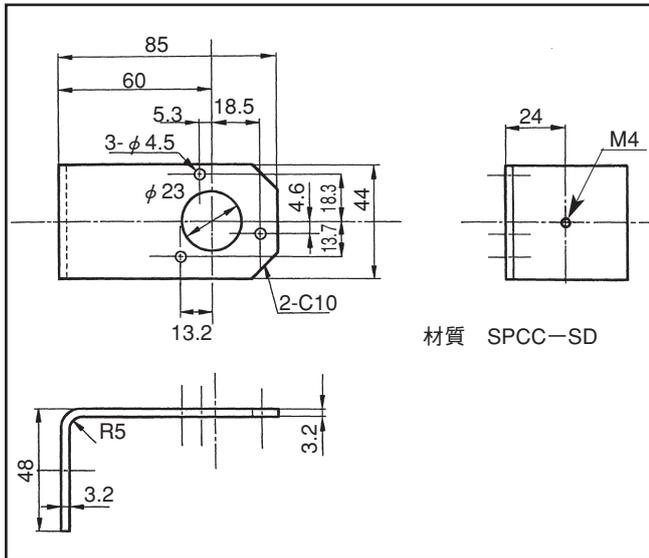
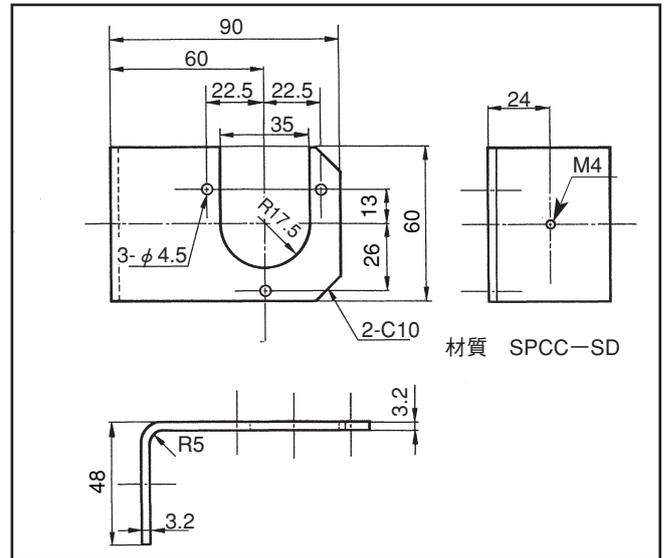
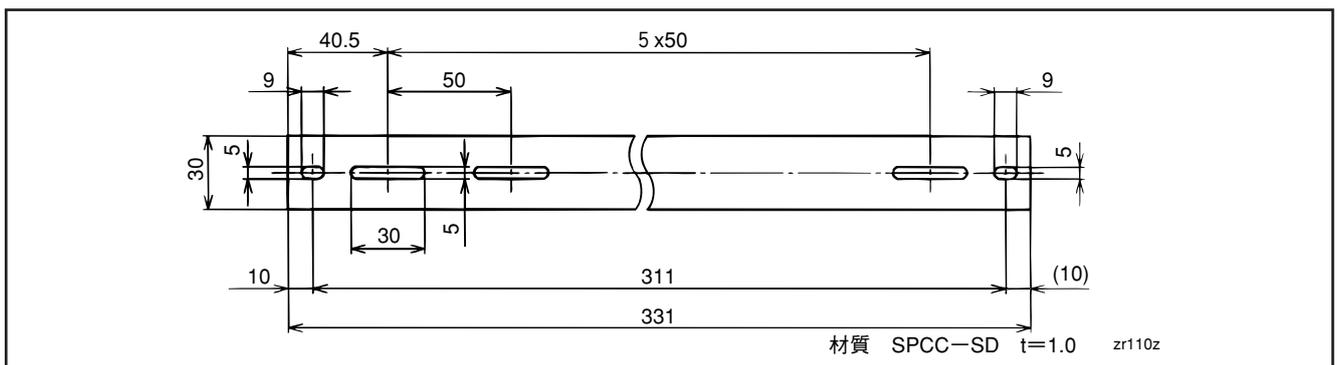

図5-64 ステー1
図5-65 ステー2
図5-66 ステー3
ブレーキおよびエアバランスシリンダの配管を、図5-66のように取り付けてください。一次側エア圧は表5-18の範囲にあるものを使用してください。
- ①ステーを製作してください。図5-64、図5-65、図5-66にステー製作例を示します。